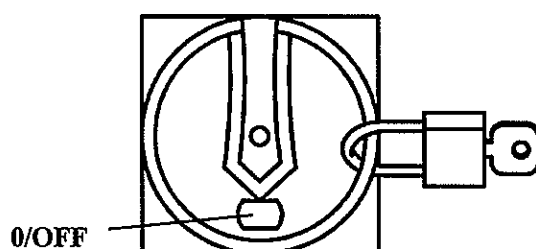

fig. 9
- Mechanically interlock the switch rotation and padlock into off position (*fig. 9*).
- Bloquear mecánicamente el giro del interruptor, mediante un candado o similar, a través del orificio (*fig. 9*).
- Verrouiller mécaniquement la rotation de l'interrupteur, avec un cadenas ou objet similaire, par l'orifice (*fig. 9*).
- To remove and assemble the terminal box cover, the switch must be in 0/OFF position (fig. 9).
- Para poder desmontar y montar la tapa de la caja de bornes, es necesario que el mando del interruptor esté en posición 0/OFF (fig. 9).
- Pour démonter et monter le couvercle du boîtier de bornes, placer l'Interrupteur en position 0/OFF (fig. 9).